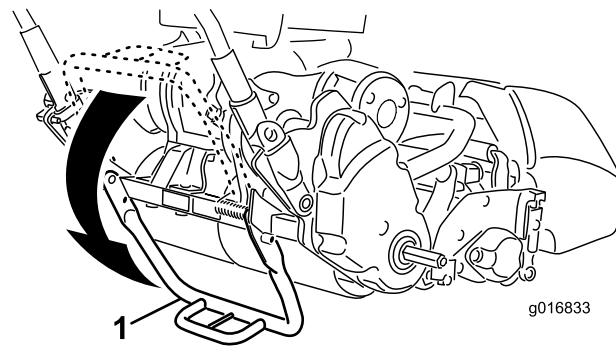

图7
1. 把脚放在支撑架的中央位置、踩下支撑架、向上拉起中下部手柄、直至支撑架向前旋转并通过中心位置（图7）。